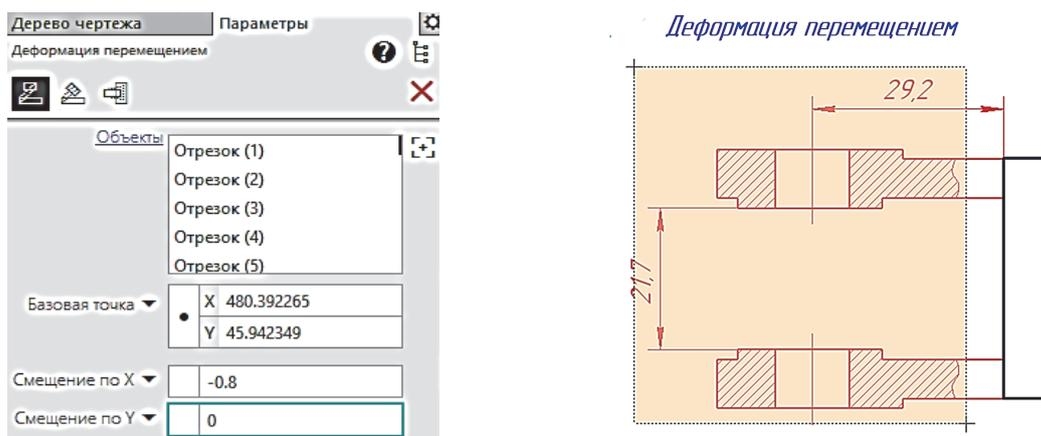

Рис. 2.13-3
2. Сформировать рамку деформации (рис. 2.13-3).